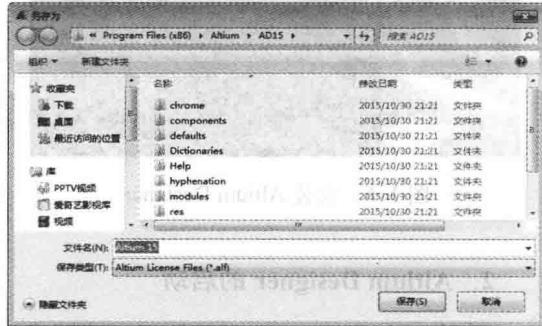

图 1-12 备份许可证文件
(5) 单击“License Management”下方的【Save standalone license file】命令，选择合适的路径，备份一个单机许可证文件，如图 1-12 所示。